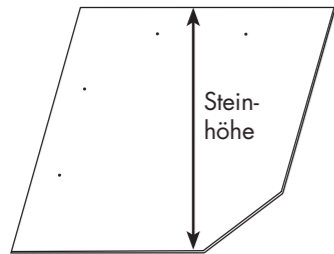

Abbildung 6a
- 1.1 Die **UNIGENIAL** Geradschnitt Schablonen sind Decksteine, die aus dem Rhombus mit symmetrischem Eckabschnitt hervorgehen (Abb. 6a und 6b). Der Eckabschnitt beträgt bei den Decksteinen ≤ 20 cm 4 cm und bei Decksteinen > 20 cm 29 % der Steinhöhe. Decksteine mit anderen Eckabschnitten sind Sonderformate.
- 1.4 Die Steinhöhe der **UNIGENIAL** Geradschnitt Schablone wird an der Ferse, im rechten Winkel zum Fuß, gemessen (Abb. 6a).